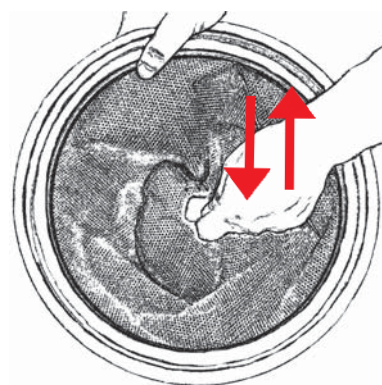

Fig. 22
1. Monter det rengjorte/rystede posefilter i beholderen, fig. 22. Kontrollér, at filterholderen passer ind i støvbeholderens indvendige kant. Kontrollér, at filteret sidder korrekt hele vejen op - det stofbeklædte greb på filteret skal være synligt.
2. Monter det rengjorte/rystede posefilter i beholderen. Kontrollér, at filterholderen sidder korrekt i støvbeholderens indvendige kant. Kontrollér, at filteret sidder korrekt hele vejen op - det stofbeklædte greb på filteret skal være synligt, fig. 22.